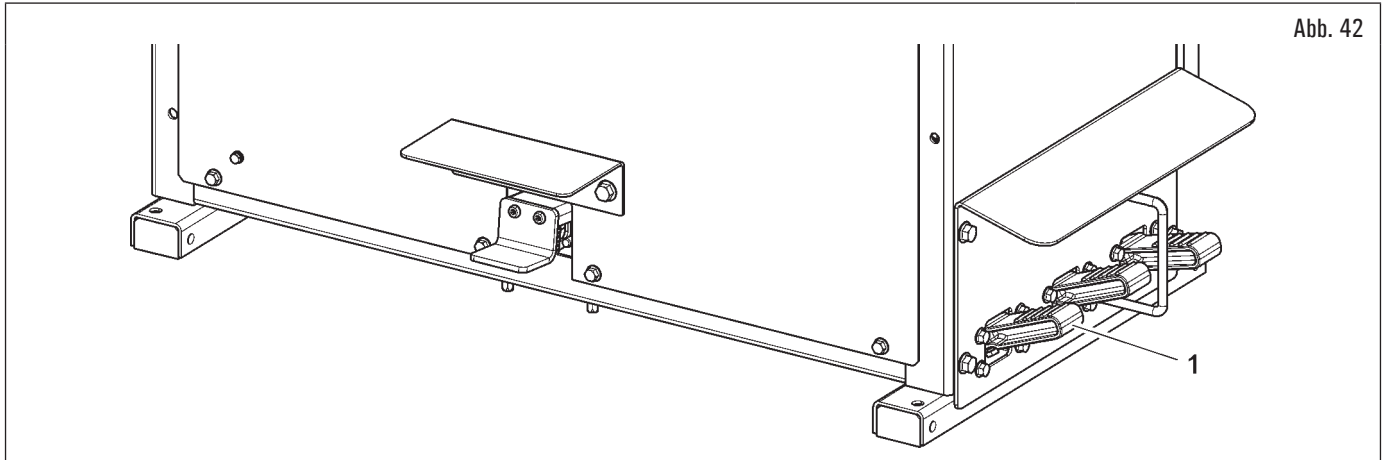

Abb. 42
1. den Arbeitsarm, durch Betätigen des Pedals (Abb. 42 Pkt. 1) in die Arbeitsposition bringen;
7. nach erfolgter Montage den Arm entfernen, um ihn durch Betätigen des passenden Pedals (Abb. 42 Pkt. 1) in Ruheposition zu bringen;